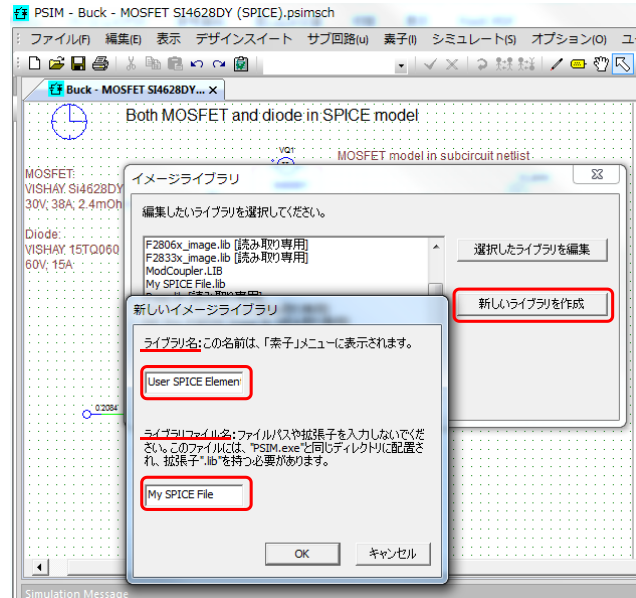

図 2-3 新しいライブラリ作成の入力画面
- ・ PSIM メニューの **編集>>ライブラリ編集>>ライブラリファイルの編集** で開くイメージライブラリのウィンドウで“新しいライブラリを作成”をクリックします。(図 2-3 を参照してください)